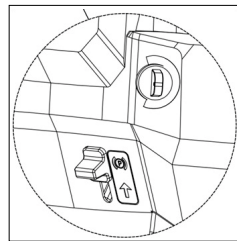

Рис. 35
- Переведите рычаг ручного тормоза в положение «Р» - парковка, затем отпустите педаль тормоза (рис.35).